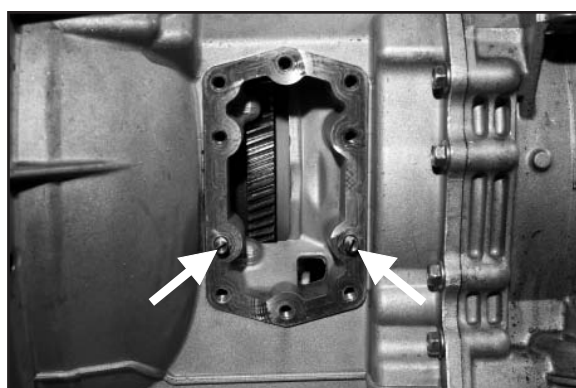

Abb. 8
8. Die Führungsbolzen bis zum Anschlag mit einem Schraubendreher einschrauben (**Abb. 8**) (siehe Seite 20 bzgl. der richtigen Position und Verwendung).